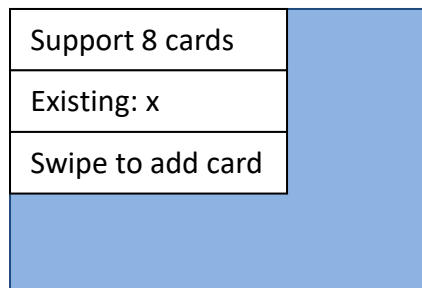

Figura 31 - Schermata aggiunta card
- 2) Per aggiungere delle card di abilitazione carica, selezionare '1. Add Card' e attendere la comparsa della schermata in Figura 31.